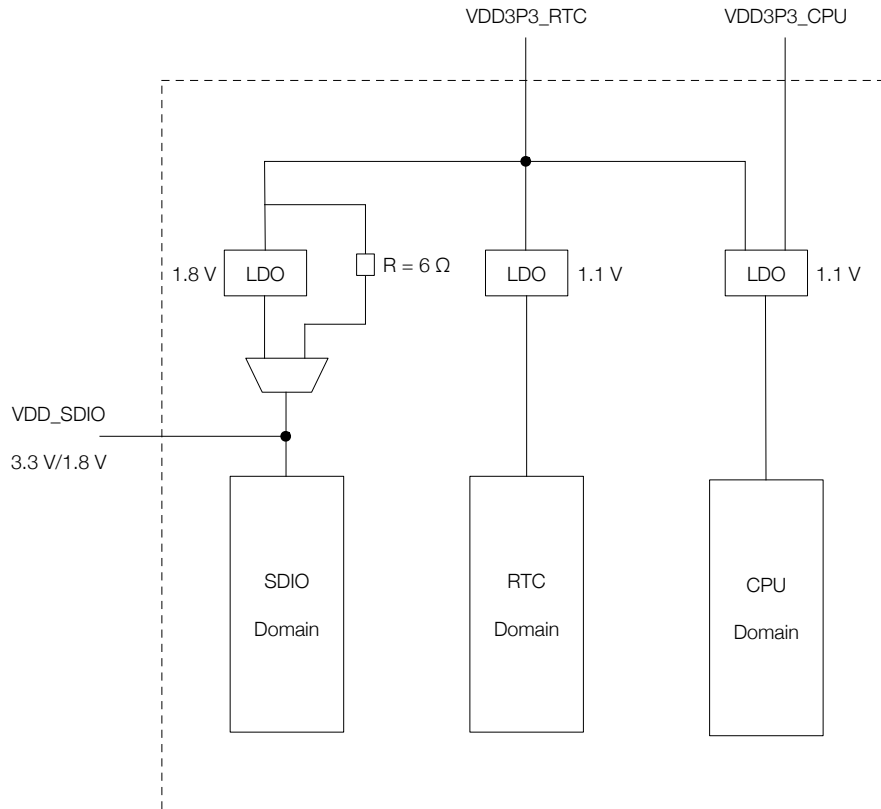

图 2-3. ESP32 电源管理
电源管理如图 2-3 ESP32 电源管理 所示。
1. ESP32-U4WDH 的封装内 flash 以及 ESP32-D0WDR2-V3 的封装内 PSRAM 均运行在 3.3V 电压下, 此时, VDD\_SDIO 会通过  $6\ \Omega$  的电阻从 VDD3P3\_RTC 取电, 见图 2-3。